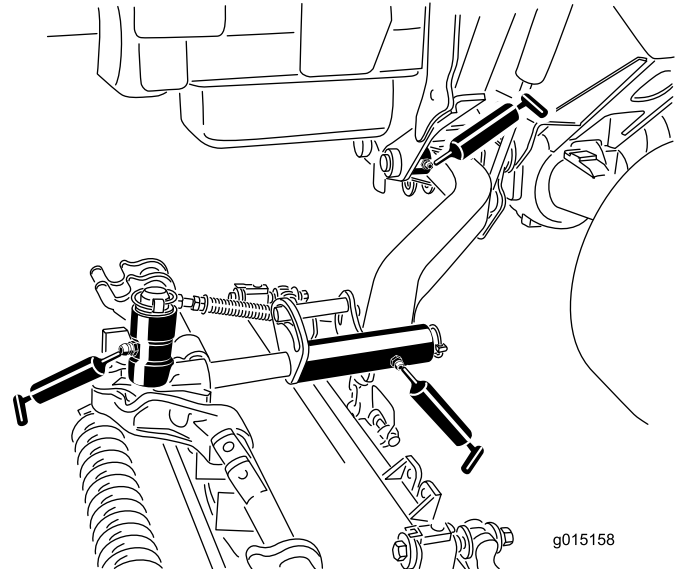

Figura 52
- Casquillos de pivote de los brazos de elevación (1 por unidad de corte) (Figura 52)
- Bastidor de tiro de la unidad de corte (2 por unidad de corte) (Figura 52)
- Pivotes de los brazos de elevación de las unidades de corte (1 por unidad de corte) (Figura 52).